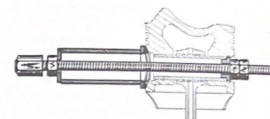

Fig. 1.7.—Extractor MR-3682-120, para extraer y reponer los bulones de los pistones.
a) Retirar los clips (6) de los bulones de los pistones.
b) Retirar los bulones de los pistones con ayuda del extractor MR-3682-120 (fig. 1.7).